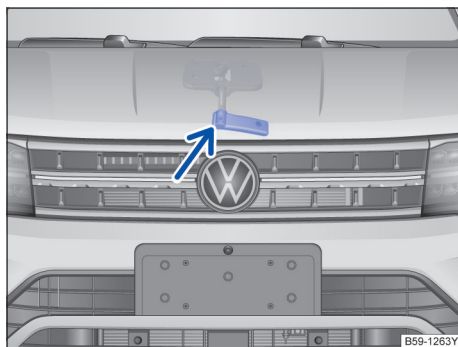

图 217 散热器格栅上方用于打开发动机舱盖的分离杆
- 沿箭头上提开启拉手，抬起发动机舱盖并将其打开→图 217→▲。